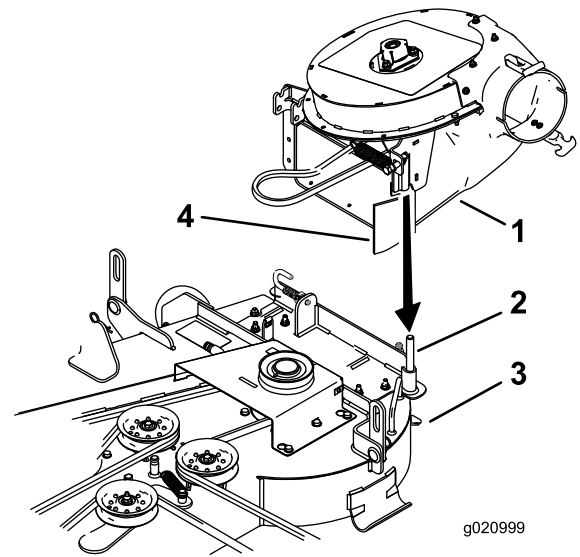

Figura 15
2. Baje el soplador, situando el taladro de giro sobre el pivote de giro (Figura 15).
Nota: Asegúrese de que la correa permanece sobre la polea del soplador, y que la trampilla de goma del soplador permanece en el exterior de la carcasa de corte (Figura 15).